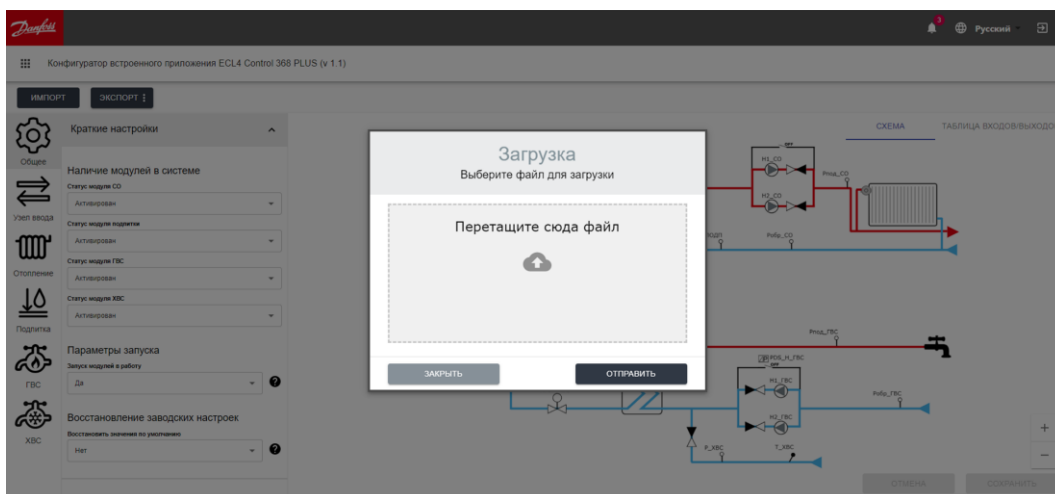

Рис.35. Окно для загрузки файла с конфигурацией автоматики (опция Импорт).
- файл «Настройки» с перечнем текущих настроек в текстовом формате. Этот файл может быть впоследствии использован для копирования сохраненных настроек на данный или другой ECL4 Control (операция Импорт, Рис.35).